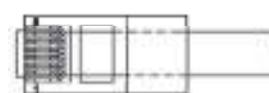

Рис.2 Обжимка вилки RJ45 на кабель кат.5е
2. Подключить патч-корд от IP-камер к устройствам защиты УЗП-ЕП («Линия») кабелями UTP кат.5е (в комплект поставки не входят; обжимка кабелей производится по стандарту TIA/EIA 568В (рис.2)).
Температура отключения питания аппаратуры устанавливается переключателем «Откл. аппаратуры», температура включения обогрева устанавливается переключателем «Вкл. обогрева», температура включения вентилятора устанавливается переключателем «Вкл. вентилятора» (рис.2). Производителем выставлены следующие значения: